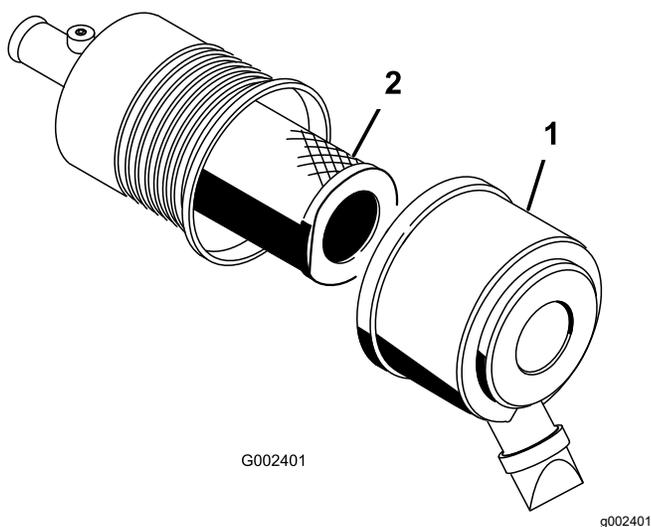

Figura 55
1. Rilasciate i fermi che fissano il coperchio del filtro dell'aria al relativo corpo (Figura 55).
2. Togliete il coperchio dal corpo del filtro dell'aria (Figura 55).
4. Togliete il filtro e sostituitelo (Figura 55).